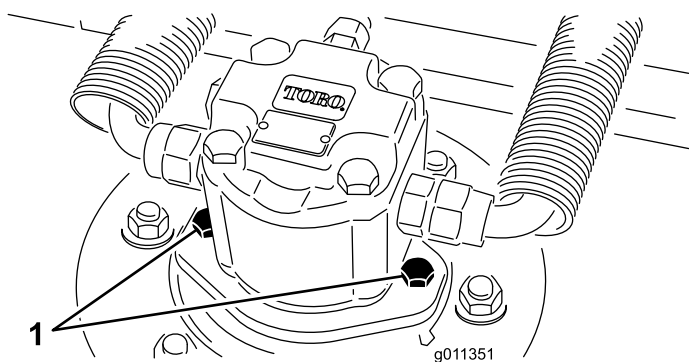

Figura 59
2. Scollegate e staccate il motore idraulico dall'apparato di taglio (Figura 59). Coprite la parte superiore del mandrino per impedire che venga contaminato.
4. Montate il motore idraulico sul piatto di taglio (Figura 59). Verificate che l'O-ring sia in sede e non sia danneggiato.